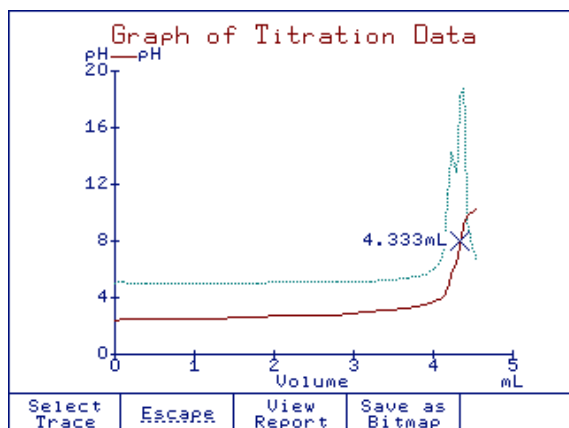

Figura 1 Ponto Final de Equivalência (pH)
**Ponto Final de Equivalência (pH)** As leituras de pH e a derivada selecionada vs. volume de titulante são exibidos (ver Figura 1).